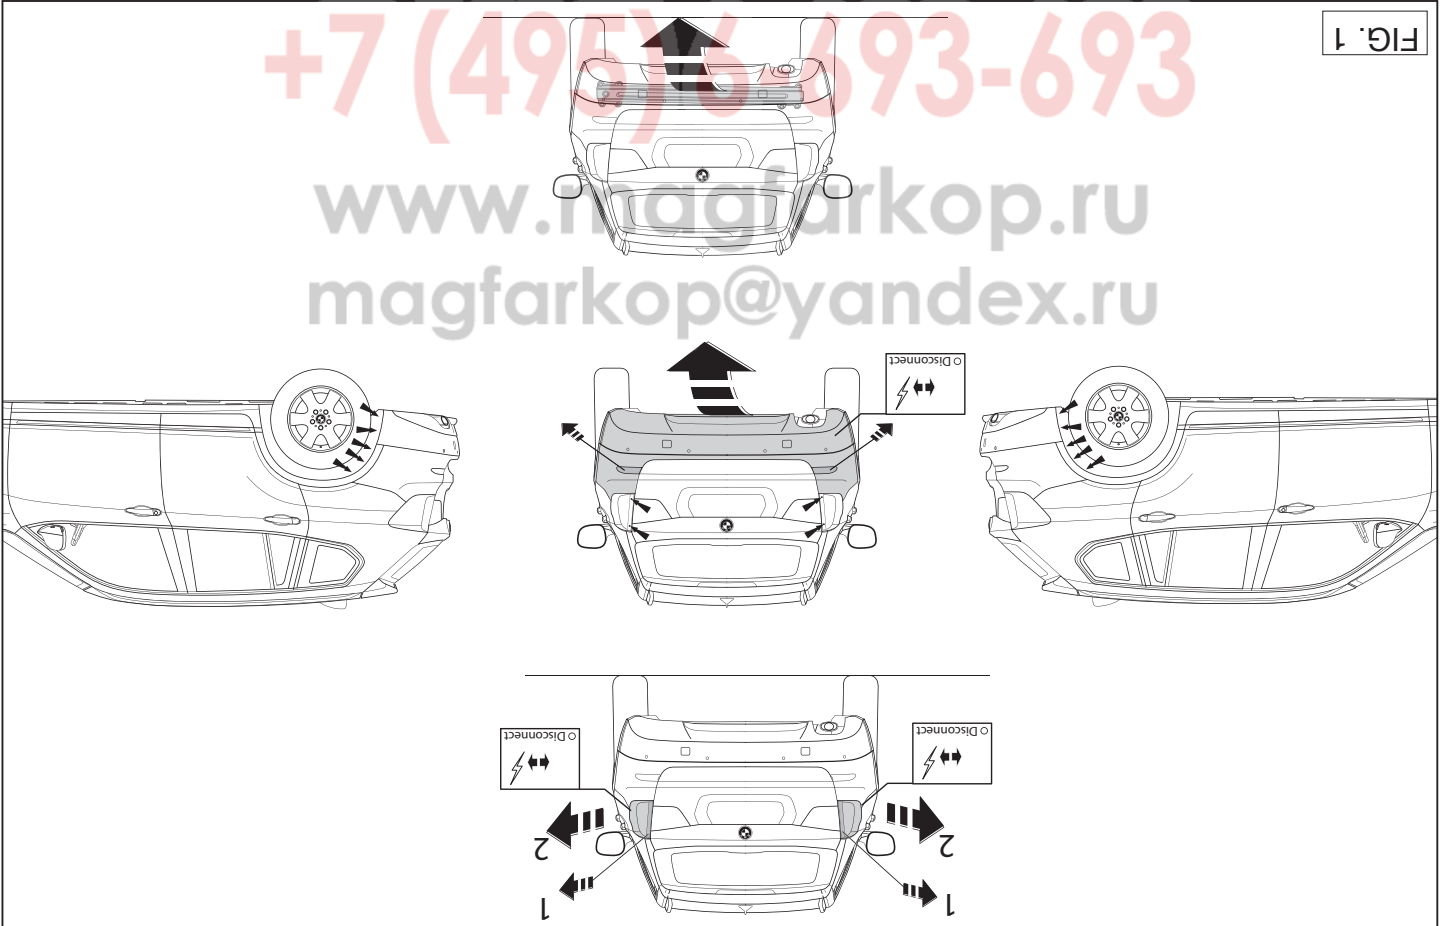

FIG. 1
1. Remove the bumper. See figure 1.
1. Die Stoßstange abmontieren. Siehe Abbildung 1.
1. Снять бампер. См. рисунок 1.
1. Démonter le pare-chocs. Voir la figure 1.